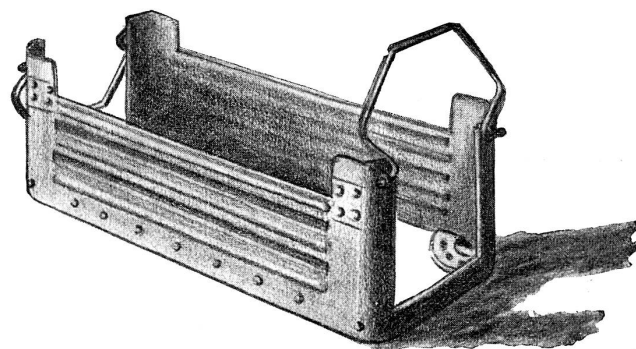

Fig. 3 Kochgestell
c. dem **Kochgestell** (auch Feuerrost genannt) mit 2 Traghenkeln. Siehe Fig. 3.